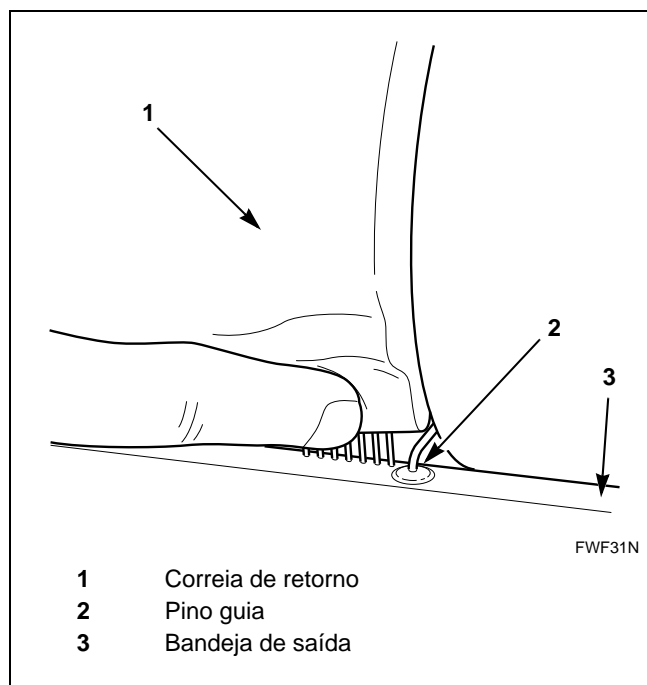

Figura 32
13. Verifique se a nova correia de retorno está instalada entre os pinos guia da bandeja de saída na frente da máquina. Consulte *Figura 32*.